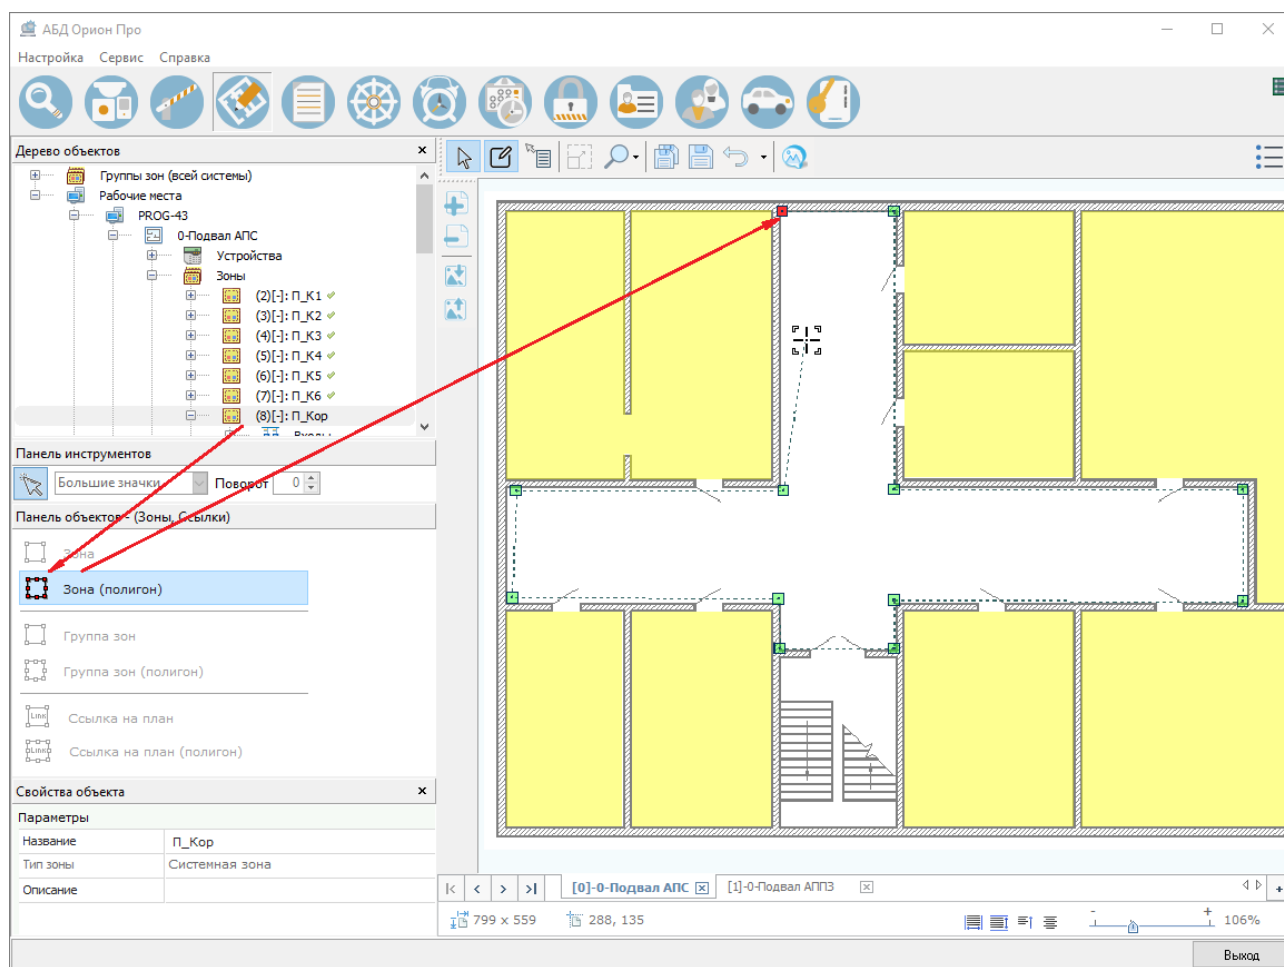

Рисунок 6-578 Визуализация объекта "Зона" при помощи полигона
- если в панели визуализации объектов «Зоны, Ссылки» выбран вариант вида , то кликните левой клавишей мыши в том месте области рисования, где должна находиться одна из опорных точек размещаемого на плане полигона. Далее поочередно кликайте левой клавишей мыши в тех местах области рисования, где должны располагаться другие опорные точки полигона (см. Рисунок 6-578).